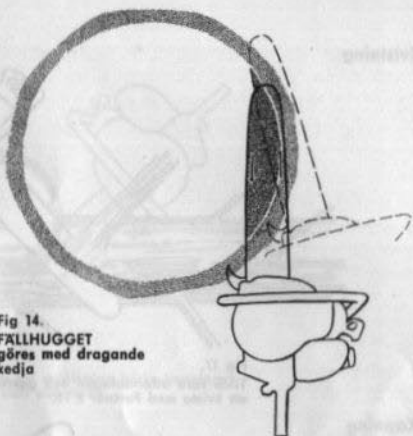

Fig 14.
3. På grova stammar som svärdet ej räcker igenom utföres fällhugget som under punkt 2 men med dragande kedja, se fig 14 och 16.